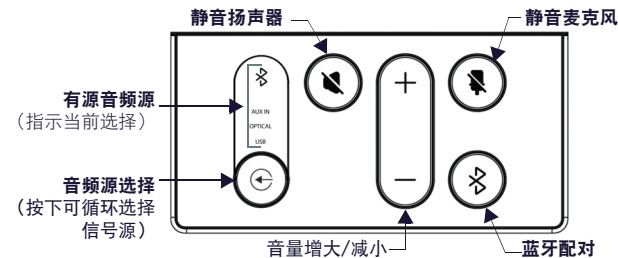

图 8 ACV-2100 左侧面板键盘
所有的控件和 LED 都布置在 ACV-2100 的左侧面板上 (图 8) :
- 按住 ACV-2100 上的源选择按钮和蓝牙配对按钮 (见图 8)。3-5 秒后, 遥控器上的指示灯应该停止闪烁, 表示遥控器已经配对。
- 按下 ACV-2100 或遥控器上的蓝牙配对按钮以启动配对 (见图 8)。ACV-2100 和遥控器上的蓝牙按钮此时都会闪烁。
为了使 Acendo Vibe 配置工具能够与 ACV-2100 进行通信, 设备必须处于设置模式。要将 ACV-2100 置于设置模式, 同时按 ACV-2100 上的音频源选择和麦克风静音键 (见图 8) 3 秒钟。所有 LED 闪烁表示设备处于设置模式。